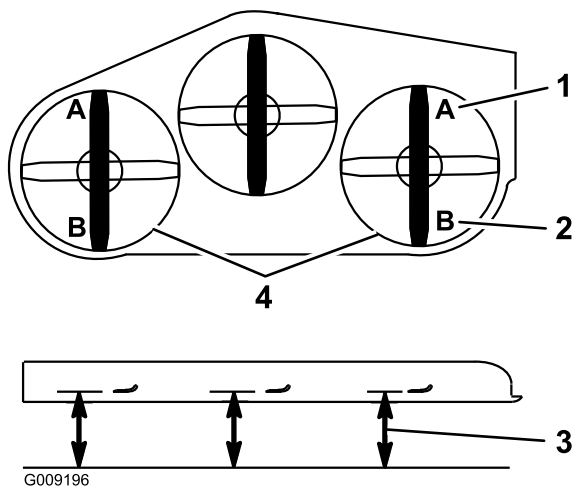

**Figura 100**
5. Empuje el pedal de elevación de la carcasa hacia delante del todo; la carcasa se enganchará en la posición de transporte de 14 cm (5½") (Figura 100).